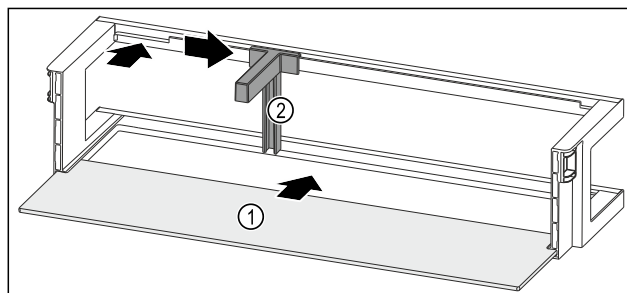

Fig. 268 Balconnet de contre-porte avec tablette de rangement
- Insérer la tablette de rangement Fig. 268 (1) dans les évidements latéraux.
- Insérer le range-bouteilles Fig. 268 (2) dans l'évidement.
- Pousser le range-bouteilles Fig. 268 (2) sur le côté en position souhaitée.